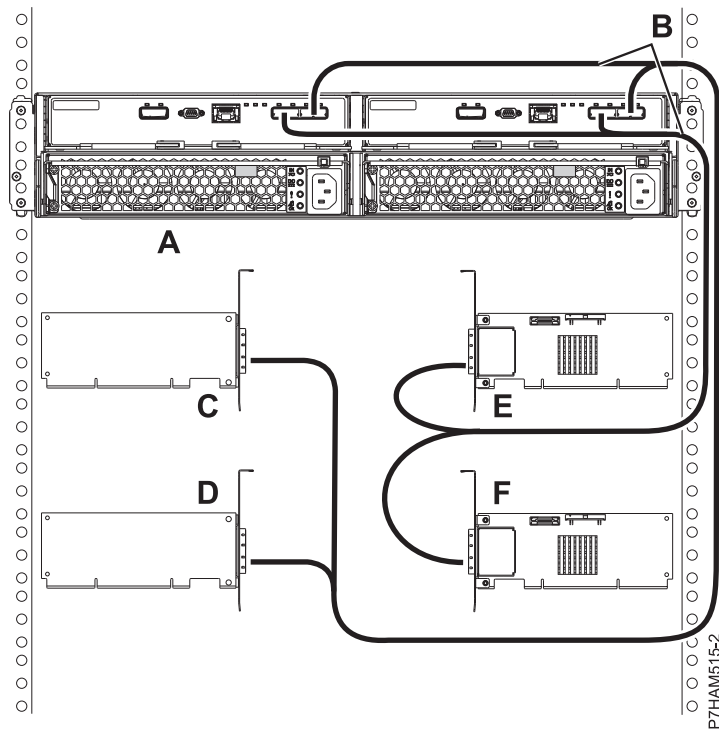

図 43. 5887 ディスク・ドライブ・エンクロージャーのモード 4 接続 (4 つの独立 SAS アダプターへの X ケーブルを使用した接続)
17. X ケーブル (B) を使用して、4 つの独立 SAS アダプターへの 5887 ディスク・ドライブ・エンクロージャ (A) のモード 4 接続を行います (94 ページの図 43 を参照)。